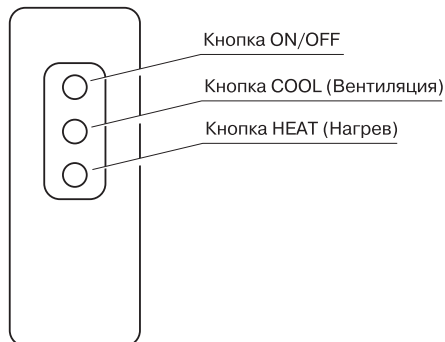

Рис.2 – Инфракрасный дистанционный пульт управления
5.3.1 Завеса управляется при помощи инфракрасного дистанционного пульта (рис.2) или же при помощи кнопки ON/OFF на панели завесы (Рис. 3а, Рис. 3б)
#### 5.3.2.1 Управление с дистанционного пульта (рис.2)
#### 5.3.4.1 Управление с дистанционного пульта (рис. 2)